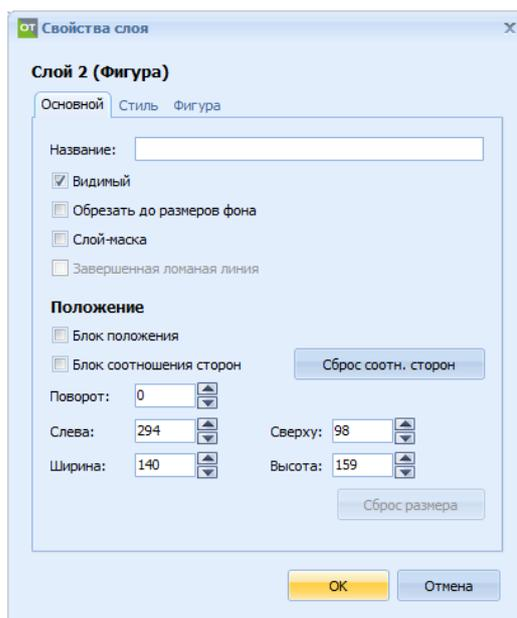

Рисунок 25.25 – Окно Свойства слоя «Слой Фигура»
– Слой фигура: добавляет слой с фигурами. По двойному щелчку открывает свойства фигуры (рисунок 25.25).